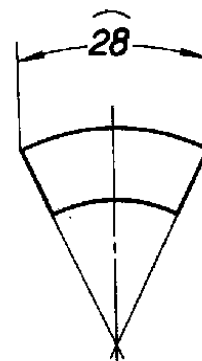

图 23
3.2 标注弧长时，应在尺寸数字上方加注符号“ \frown ”（图23、24）。